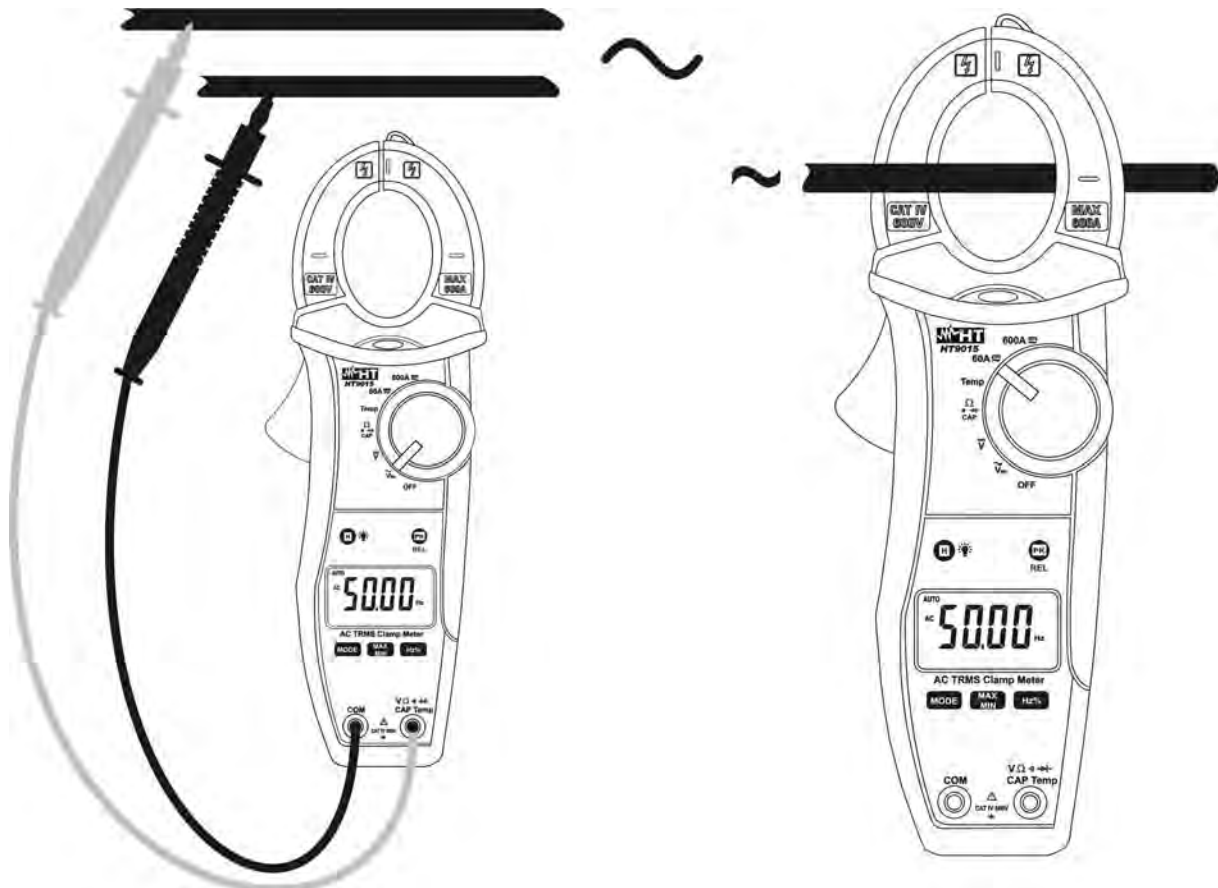

Abb. 11 Messung von Frequenz und Tastverhältnis
3. Verbinden Sie die Meßleitungen mit den Eingangsbuchsen. Die rote Messleitung mit der Buchse **V $\Omega$ Temp** und die schwarze Messleitungsbuchse mit der **COM** Eingangsbuchse (siehe Abb.11 – linkes Bild) für Frequenzmessung über die Messleitungen. Öffnen Sie die Zange und setzen Sie den zu messenden Leiter ins Zentrum der Zangenöffnung (siehe Abb. 11 rechte Seite), der gemessene Frequenzwert wird nun angezeigt. Der Bargraph ist deaktiviert in der Funktion Frequenz und Tastverhältnis.